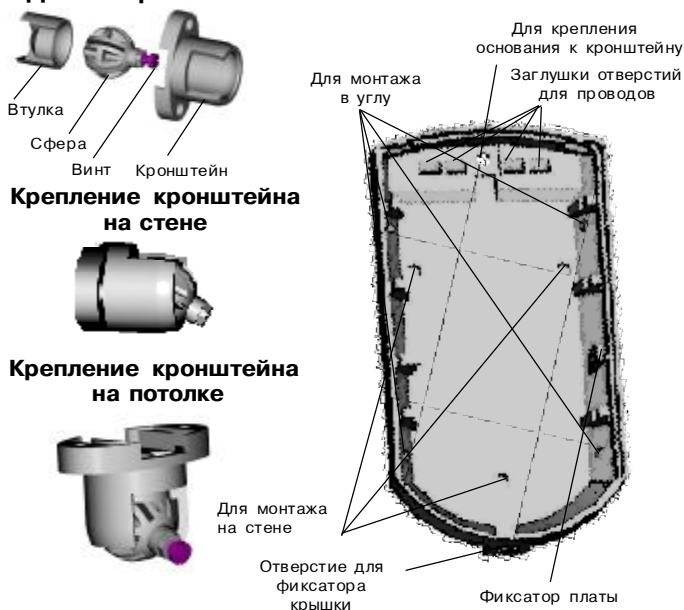

Рис. 2. Основание извещателя и кронштейн
- снимите крышку извещателя, отжав при помощи отвертки фиксатор крышки через отверстие расположенное в нижней части основания извещателя (рис. 2);
- просверлите в основании извещателя отверстия (см.рис.2), которые будут использоваться для прокладки проводов и крепления извещателя;